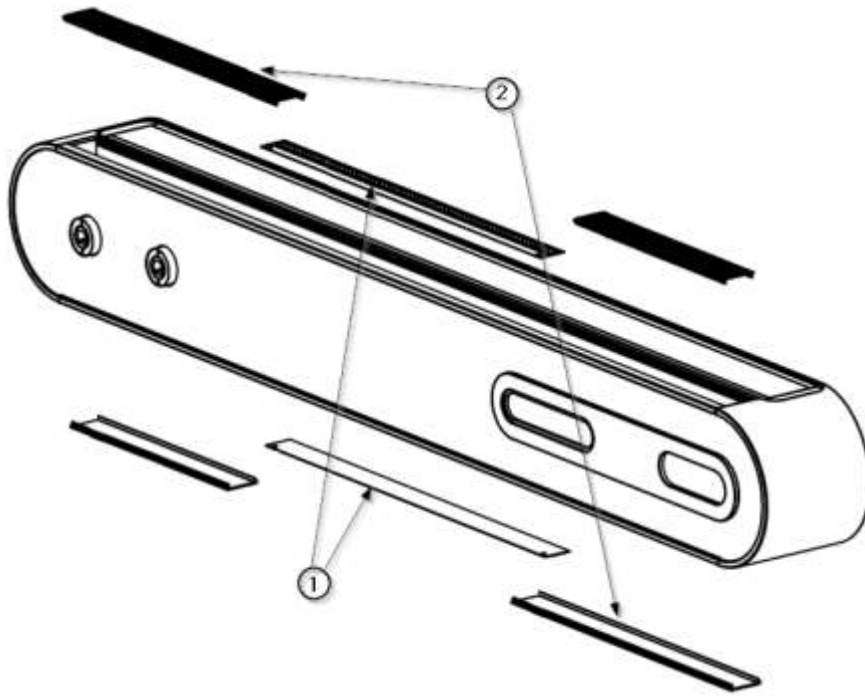

Abb. 1 Entfernen der Lüftungsgitter und der oberen und unteren Abdeckungen
- Entfernen Sie die Lichtdiffusoren ① mit einem flachen Werkzeug, wie in Abbildung 1 dargestellt, und achten Sie dabei darauf, den Lack der oberen und unteren Abdeckungen ② nicht zu zerkratzen.
- Entfernen Sie mit Hilfe eines flachen Werkzeugs die oberen und unteren Abdeckungen ② wie in Abbildung 1 gezeigt, wobei Sie darauf achten müssen, andere Bereiche des Gehäuses nicht zu zerkratzen, und bewahren Sie sie an einem sicheren Ort auf.
- Setzen Sie die obere und untere Abdeckung ② wieder auf das Gerät, indem Sie sie in Position bringen und Druck ausüben, bis Sie das charakteristische Einrastgeräusch hören.